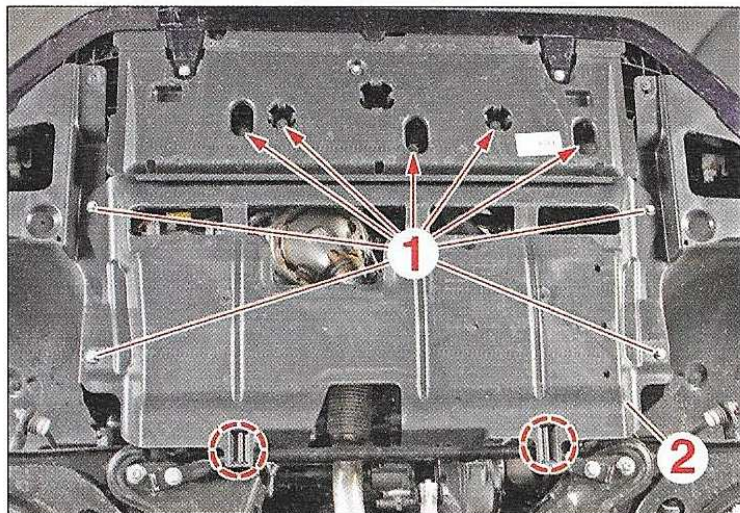

FIG.1
- Selon équipement, déposer les vis (1) (Fig.1).
- Dégrafer et déposer la protection sous moteur (2).